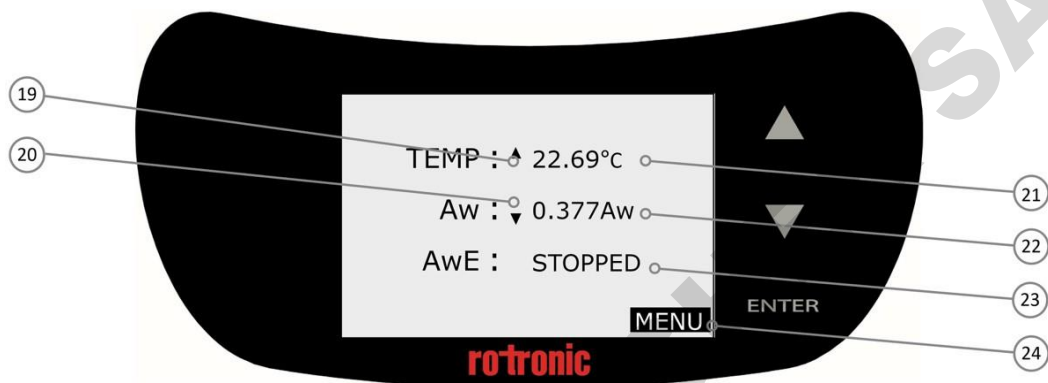

Figure 3-2 Écran de premier niveau de l'AwTherm
5. Le contrôleur s'active et affiche le premier niveau de l'écran (tel que l'illustre la Figure 3-2).